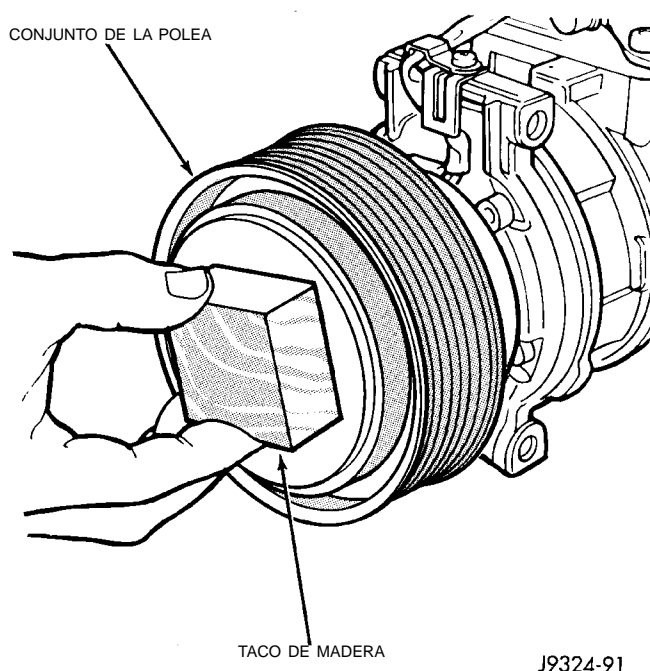

Fig. 25 Instalación del conjunto de la polea
(4) Instale el conjunto de polea en el compresor. Si fuera necesario, coloque un taco de madera en la superficie de fricción y golpee levemente con un martillo (Fig. 25).